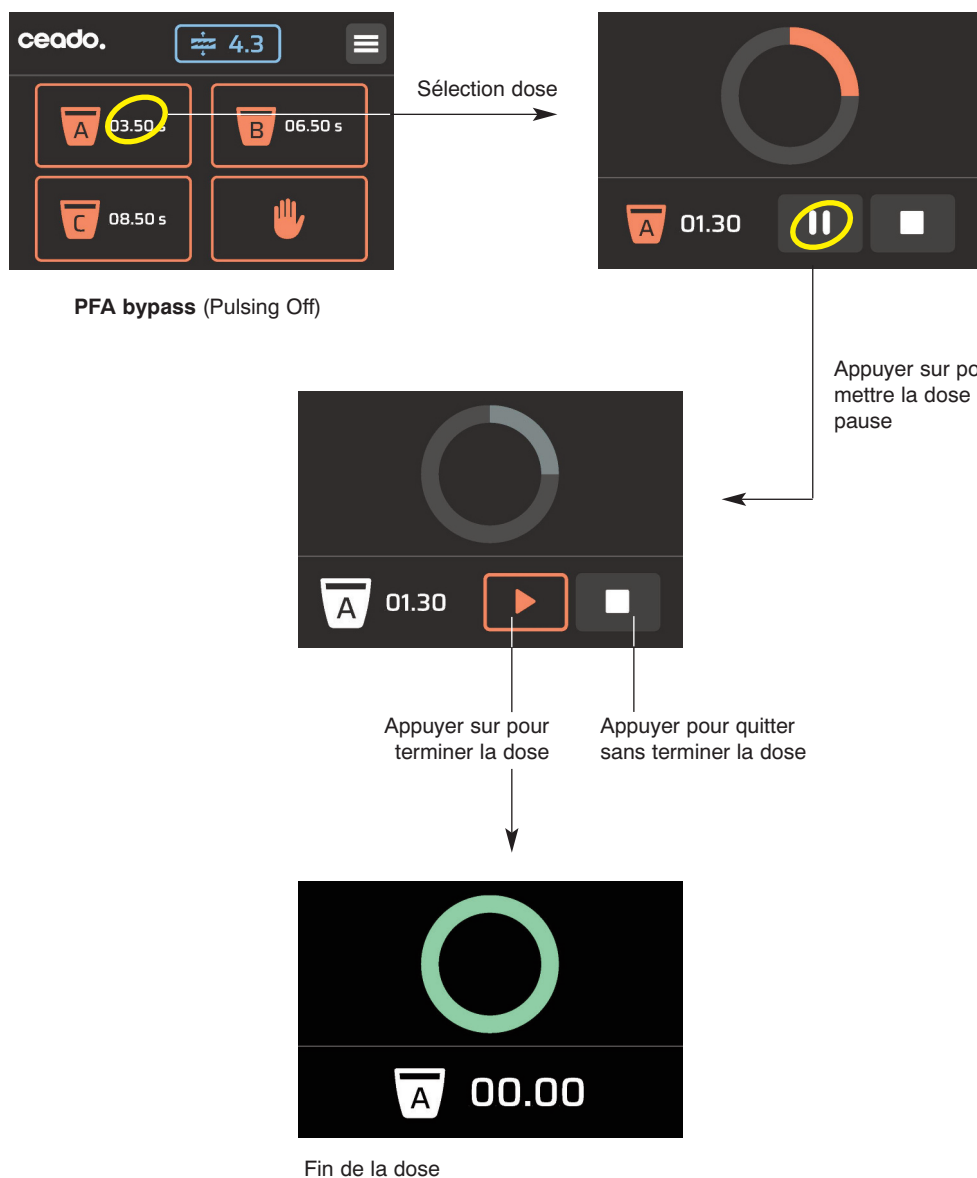

Fig. 4
- 2 Mettre l'interrupteur ON-OFF en position "I" (12 Fig. 2). L'écran du panneau de contrôle (4 Fig. 1) s'allume (voir Fig. 4).
Fonctionnement automatique avec bouton de démarrage (si présent) : mode "PFA bypass" (Fig. 4)